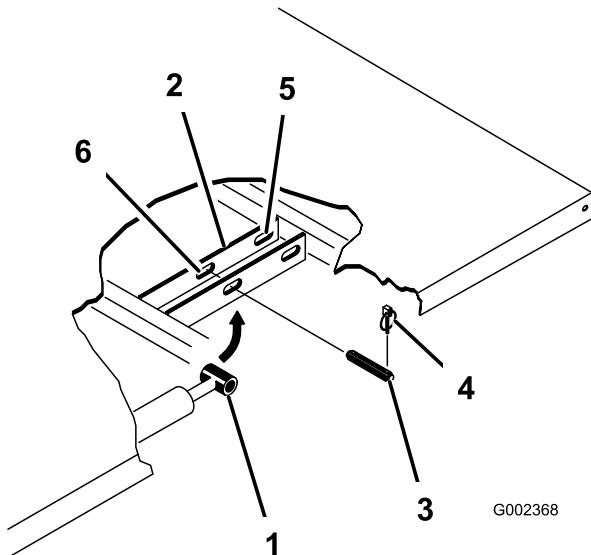

Рисунок 35
2. Удалите шплины из наружных концов штифтов с отверстием под шплинт на штоках гидроцилиндров (Рисунок 35).
3. Удалите штифты с отверстием под шплинт, которые крепят концы штоков гидроцилиндров к монтажным плитам кузова, протолкнув штифты внутрь (Рисунок 35).
4. Выньте шплины и штифты с отверстием под шплинт, которые крепят шарнирные кронштейны к швеллерам рамы (Рисунок 35).